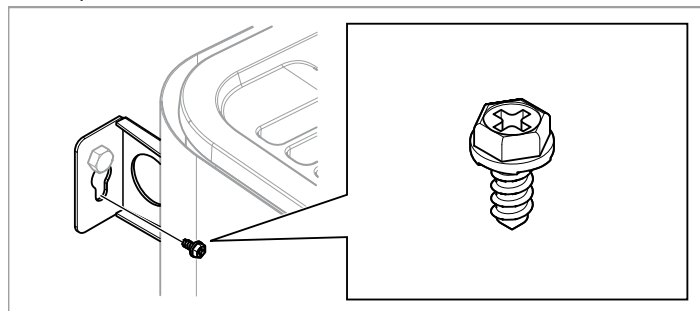

Рисунок 11: Зажимной винт кронштейна
9. Закрепите устройство зажимным винтом см. Рисунок 11, страница 19.